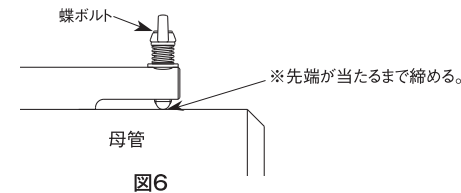

図6
- ④ 蝶ボルト(3箇所)を母管に当たるまで締め込む。(図6)